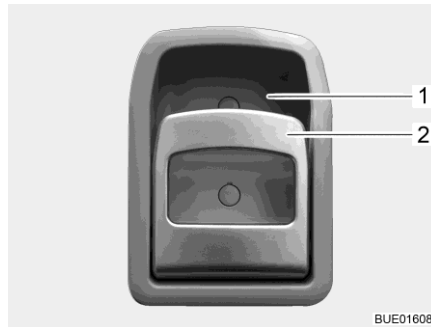

Bild 36 Türschloss (Eingangstür innen)
- Öffnen:** ■ Am Griff (Bild 36,2) ziehen. Das Türschloss wird entriegelt bzw. geöffnet.
- Verriegeln:** ■ Griff (Bild 36,2) oben in Richtung Griffschale (Bild 36,1) drücken. Das Türschloss wird verriegelt.